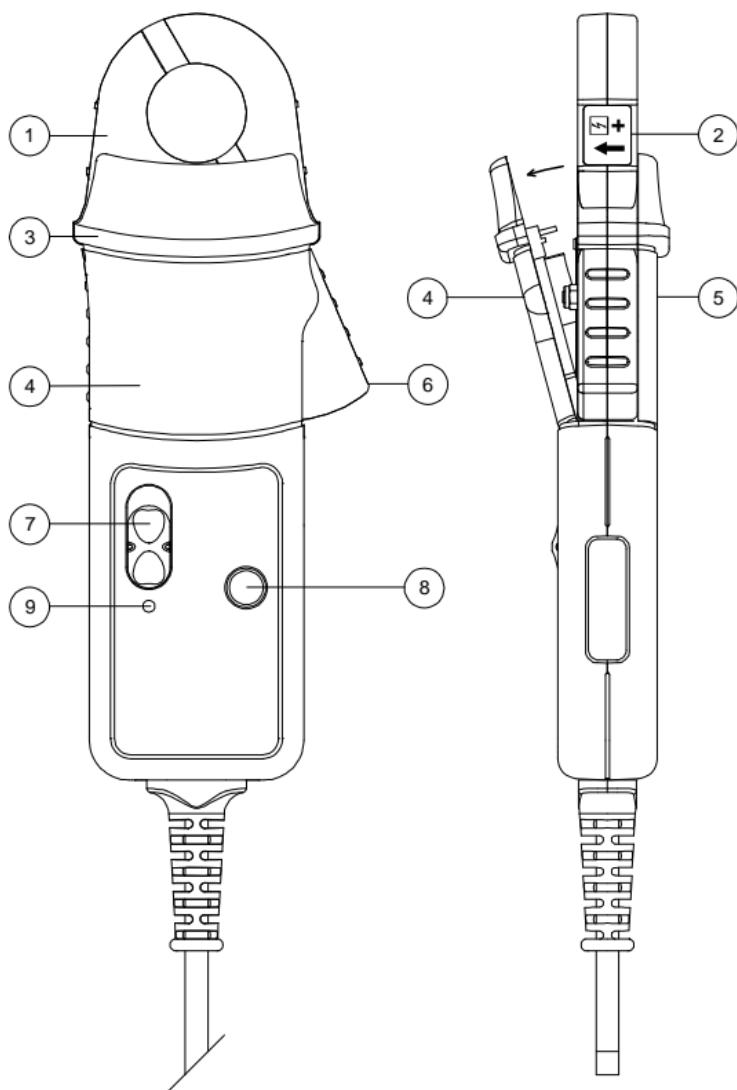

FIG 1
- No sujeté nunca la sonda más allá de la protección contra el contacto con los dedos, ver FIG. 1.
El LED verde aparece parpadeando al alcanzar el mínimo nivel tensión de servicio requerido. (Ver fig. 1.) En tal caso, proceda de la siguiente manera.
Desmonte el tornillo de la tapa del compartimiento de baterías. Levante 30° desmonte la tapa (ver fig 1). Inserte las nuevas baterías y monte y fije la tapa con el tornillo previsto.